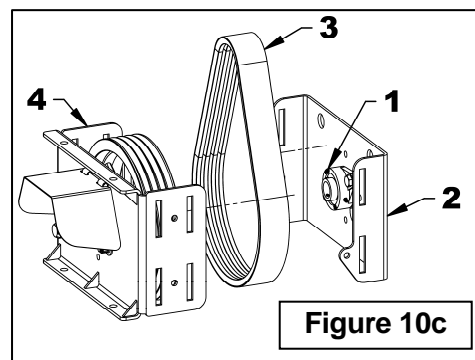

Figure 10c
- Figure 10c:** Enlever les deux vis de pression du palier à roulement (item 1).
- Figure 10c:** Nettoyer l'arbre derrière le palier à roulement afin de faciliter l'enlèvement de la plaque support arrière (item 2).
- Figure 10c:** Remplacer la courroie (item 3) en la plaçant sur la poulie motrice (item 4).
- Figure 10c:** Replacer la plaque support arrière (item 2) et réinstaller les deux vis de pression sur le palier à roulement (item 1) sans les serrer.
- Figure 10c:** Aligner les quatre encoches avec celle de l'ensemble de la poulie motrice. (item 4).